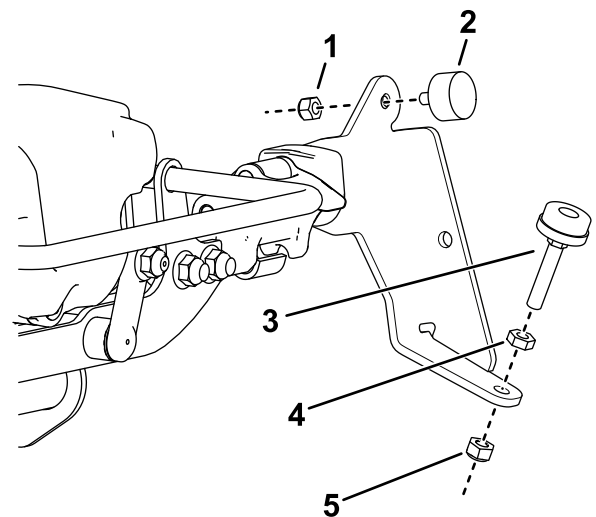

Figura 5
3. Instale um amortecedor de borracha em ambos os suportes da escova com uma porca de bloqueio (1/4 pol.) como se mostra na Figura 5.
4. Instale um parafuso de ajuste da alavanca em ambos os suportes da escova como se mostra na Figura 5.